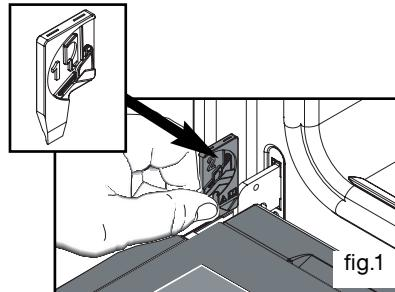

fig.1
- Open de deur volledig en blokkeer ze met behulp van twee rode aanslagen (fig.1).